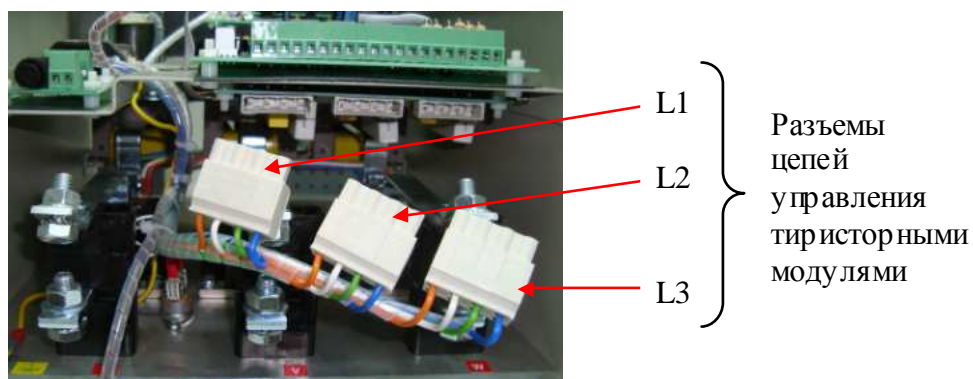

Рис. 4.5.
- 4.7.5. Проверить исправность цепей управления тиристоров. Проверка производится с помощью УПСМ. Расположение разъемов цепей управления тиристорами приведено на рис. 4.5.